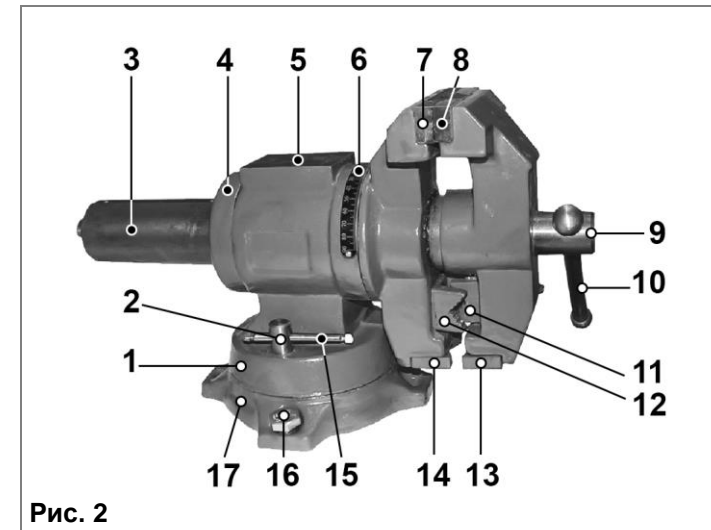

Рис. 2
5. УСТРОЙСТВО ТИСКОВ (Рис. 2)
6. УСТАНОВКА ТИСКОВ, ЗАКРЕПЛЕНИЕ ЗАГОТОВКИ (Рис. 2)
7.3. Периодически смазывайте все сопрягаемые поверхности и резьбу ходового винта (9), Рис. 2.